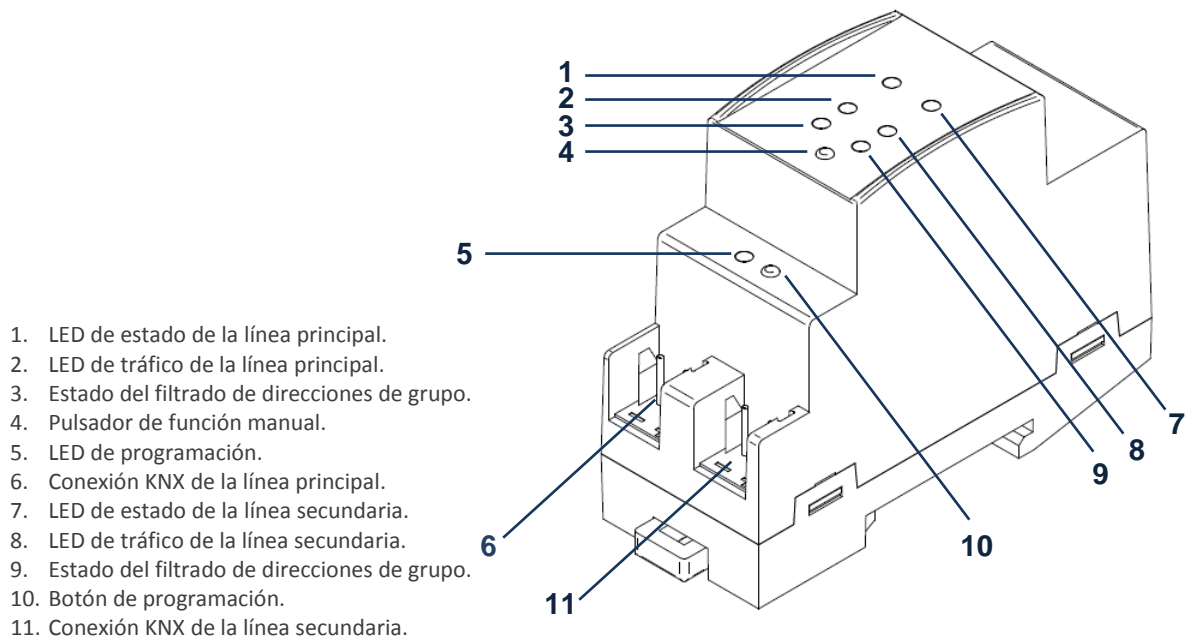

Figura 3 Diagrama de elementos
Tal como muestra la Figura 3, para el acoplamiento de las líneas KNX deberá conectarse cada una de ellas a uno de los dos conectores KNX del dispositivo (6, 11). Una vez conectadas, el acoplador de línea podrá ser debidamente instalado en el carril DIN según el procedimiento habitual.
Para que Linecoupler entre en el **modo de programación**, deberá presionarse el botón de programación (10) mostrado en la Figura 3. Después de una breve pulsación, el LED de programación se iluminará en rojo.
Linecoupler incorpora un pulsador adicional en la cara superior, junto a los LEDs de estado (ver (4) en la Figura 3). Una pulsación de tres segundos en este botón pondrá al dispositivo en modo manual, activándose por tanto una función manual configurable, lo que provocará que el LED de estado del bus primario adquiera el color naranja o rojo (según si el estado previo del LED era verde o apagado). Dependiendo de la función manual parametrizada, podrían también cambiar de color otros LEDs.